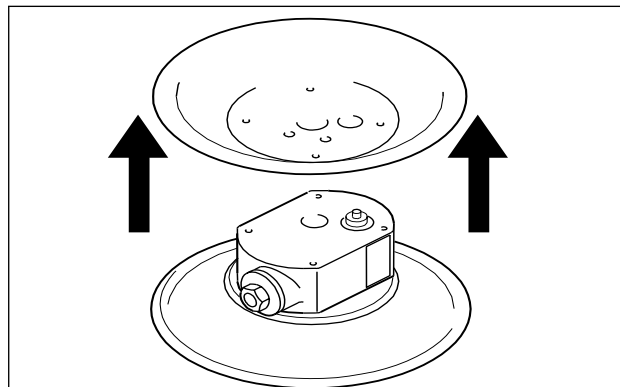

Рис. 12: демонтаж воздушных камер (не требуется при управляющих блоках с встроенной воздушной камерой)
- Выньте поршневой шток со второй диафрагмой из среднего блока и демонтируйте вторую мембрану, как это описано выше (рис. 12).